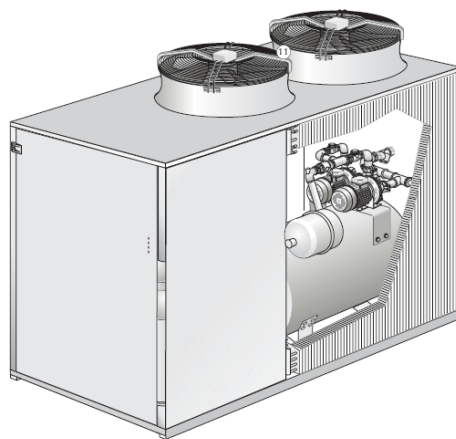

Рис. 1. Табличка с техническими характеристиками
- До проведения электромонтажных работ ознакомьтесь с электрическими характеристиками холодильной машины, указанными на регистрационной табличке (Рис. 1). Внимательно прочитайте раздел инструкции по установке, описывающий порядок проведения электромонтажных работ.